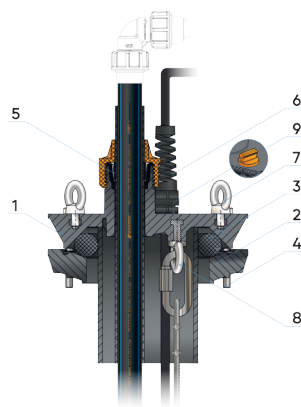

Рисунок 3
Оголовок скважинный П (рисунок 3) состоит из основания (1), прижимного фланца (2), резинового кольца (3) и комплекта стяжных болтов (4) с шайбами и гайками.